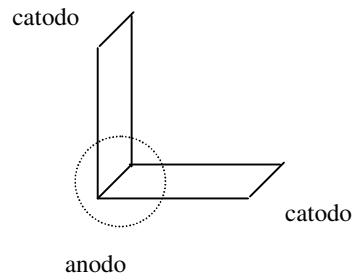

Figura 8.5 Exemplo de célula de tensão (chapa dobrada a frio).
- *Célula de tensão é aquela que ocorre devido a tensões localizadas em uma peça que criam pares galvânicos. Essa tensão pode ser resultante, por exemplo, de uma deformação a frio localizada. Na figura 8.5 é mostrada uma chapa dobrada a frio onde a região deformada funciona como anodo e a região não deformada funciona como catodo. Os contornos de grão são também regiões de maior tensão em relação ao interior do grão, funcionando como anodos e provocando corrosão intergranular.*